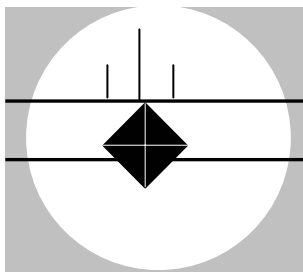

图 5-11 移动上部细线到压痕上尖端
8. 旋转细线定位鼓轮，使之刚好卡住压痕的上尖端。此操作会同时移动两根线。见图 5-11。